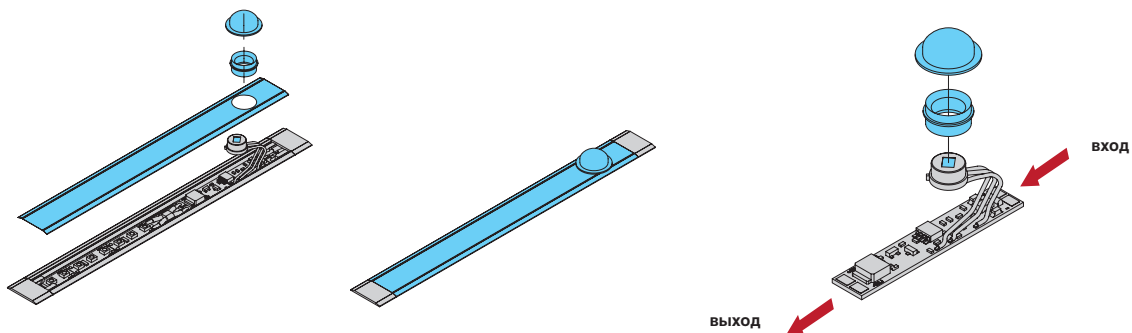

Рис.2
4. Установите PIR - выключатель со светодиодной лентой в профиль. Рис.2